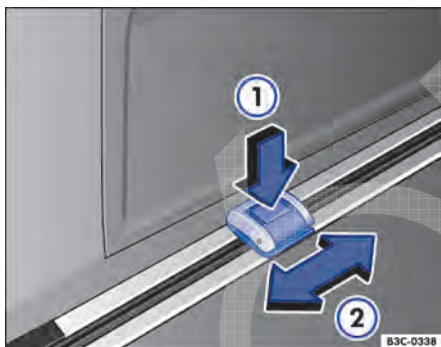

Fig. 118 No compartimento de bagagem: ajustar e desinstalar os olhais de amarração.
- Pressionar o botão do olhal de amarração ⇒ Fig. 118 ①.
- Deslocar o olhal para a posição desejada ②.